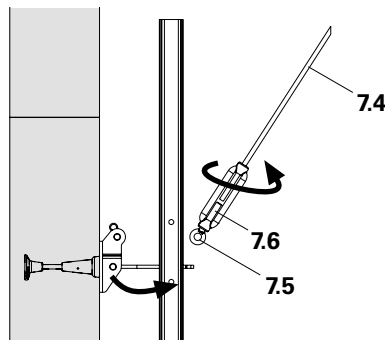

Fig. B1.38
5. Girar el tensor CB Ø 25-M20L/DW 15 (7.6) sobre la barra (7.4) (Fig. B1.38).